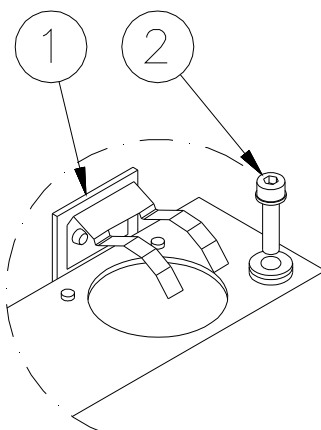

Figura 22 – Rimuovere il portalampada
- svitare le tre viti TCEI M5x20 (Figura 22- n° 2) e rimuovere il portalampada (Figura 22 - n° 1)